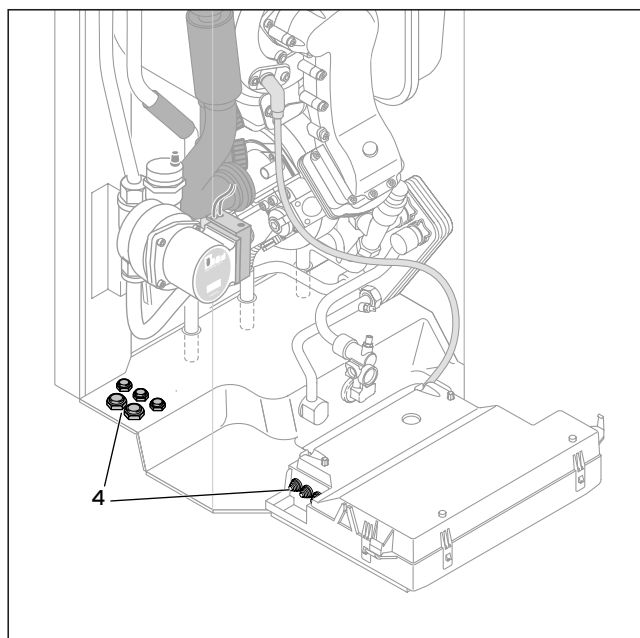

Fig. 5.9 Passaggi di cavo
- Inserire i cavi di collegamento dei dispositivi da collegare attraverso i passaggi di cavo (4) presenti a sinistra sul lato inferiore dell'apparecchio (vedi fig. 5.9).
- Inserire i cavi di collegamento delle componenti da collegare attraverso i passaggi di cavo (4) presenti a sinistra sul lato inferiore dell'apparecchio (3) (vedi fig. 5.9).